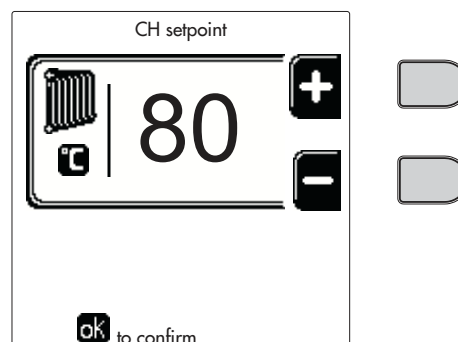
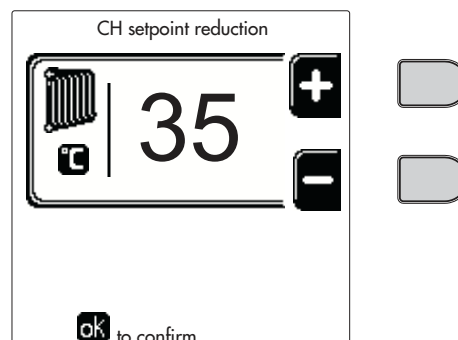
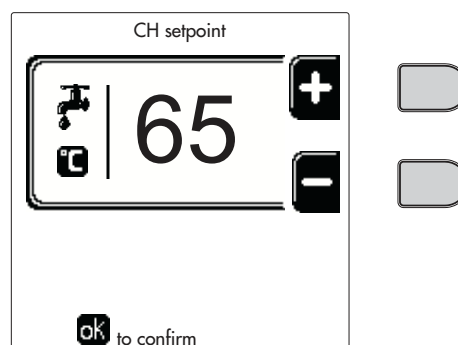
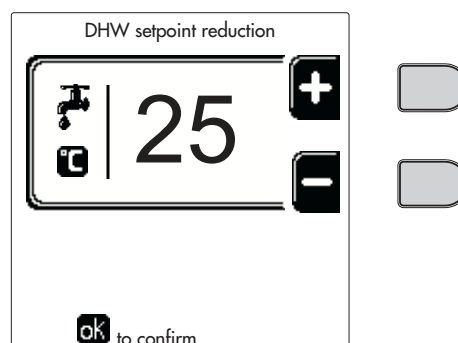

рис. 13
рис. 14
рис. 15
рис. 16
- **ВКЛ.** В случае запроса на отопление/ГВС котел работает с заданной температурой регулировки отопления/ГВС (рис. 13/рис. 15).
- **П.** В случае запроса на отопление/ГВС котел работает на пониженной температуре регулировки. Пониженная температура получается вычитанием значения "Понижение температуры регулировки" (рис. 14/рис. 16) из значения заданной "Температуры регулировки" отопления/ГВС (рис. 13/рис. 15).